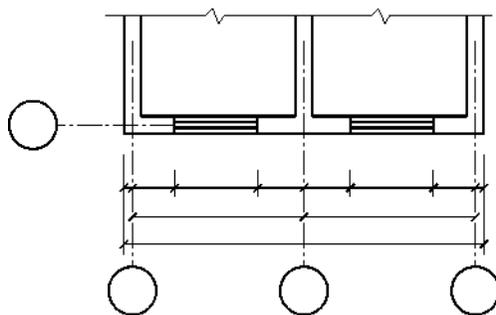

图 1-95 尺寸的排列
(3) 尺寸线应用细实线绘制，应与被注长度平行。图样本身的任何图线均不得用作尺寸线。
(4) 尺寸起止符号一般用中粗斜短线绘制，其倾斜方向与尺寸界线成顺时针 45°，长度宜为 2~3 mm。半径、直径、角度与弧长的尺寸起止符号，宜用箭头表示。
(5) 图样轮廓线以外的尺寸界线，距图样最外轮廓之间的距离，不宜小于 10 mm。平行排列的尺寸线的间距，宜为 7~10 mm，并保持一致，如图 1-95 所示。